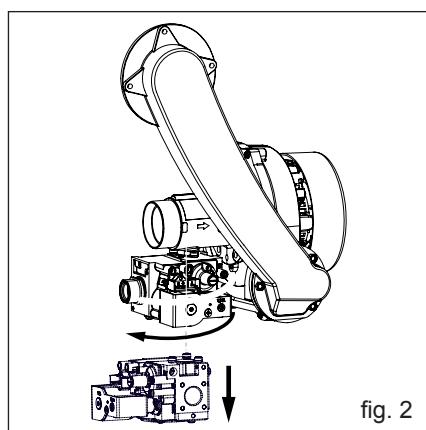

fig. 2
- ruotare di 90° in senso orario la valvola gas e staccarla (fig. 2)